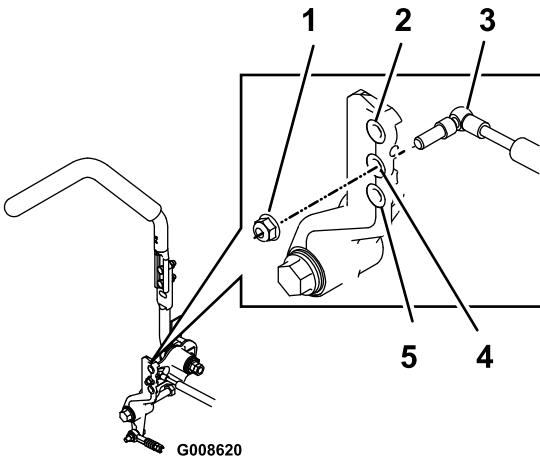

Figure 63
1. Boulon (4)
3. Retirez le contre-écrou, déplacez le boulon de fixation d'amortisseur à la position voulue, et remettez le contre-écrou en place. Pour les options de montage, voir Figure 63.